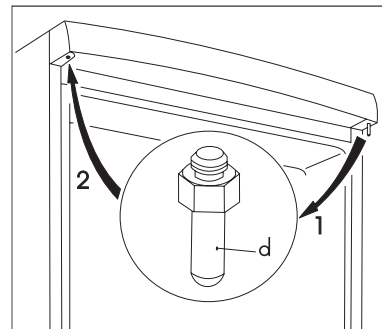

Abb. 2
- Oberen Scharnierbolzen umsetzen (Abb. 2) (Maulschlüssel SW 10).